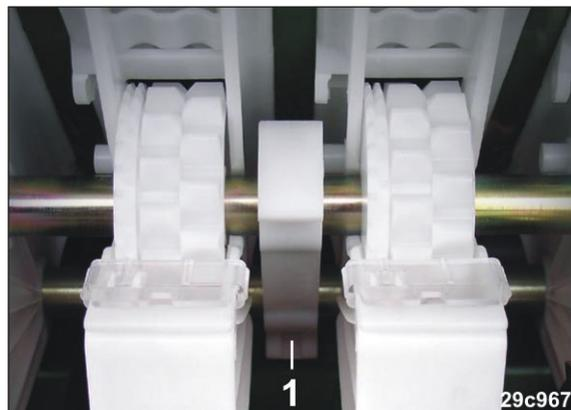

Рис. 250
3. Откройте прижимные опоры высевающего вала (Рис. 250/1).